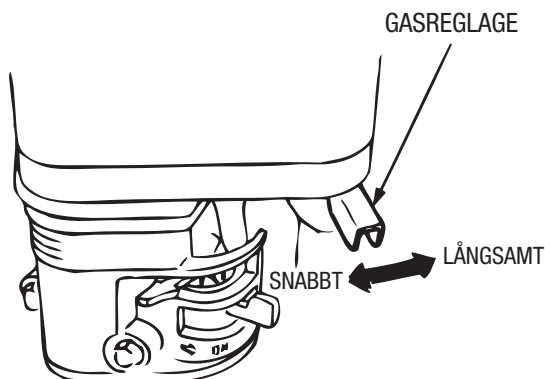

Bild 14. Gasreglage (körläge)
9. Börja använda glättaren genom att flytta gasreglaget (bild 14) i läge **"FAST"**.
1. Flytta gasreglaget till **IDLE** eller **SLOW** (bild 14) och kör motorn i tre minuter på låg hastighet.